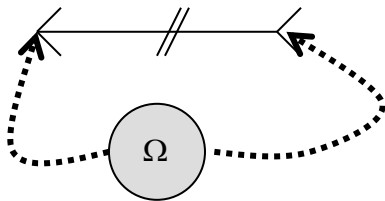

Figure 1
- **fil court** : on branche l'ohmmètre à ses extrémités : **figure 1**.